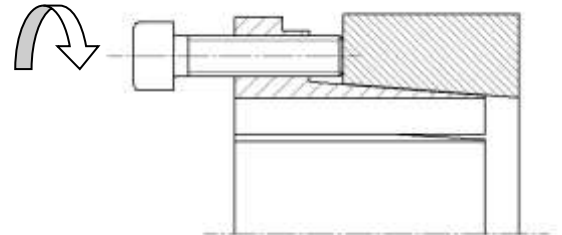

Bild 5) Lösen des Spannsatzes
- Spannschrauben in die Abdrückgewinde des Außenringes (Bauteil 1) einschrauben (siehe Bild 5)